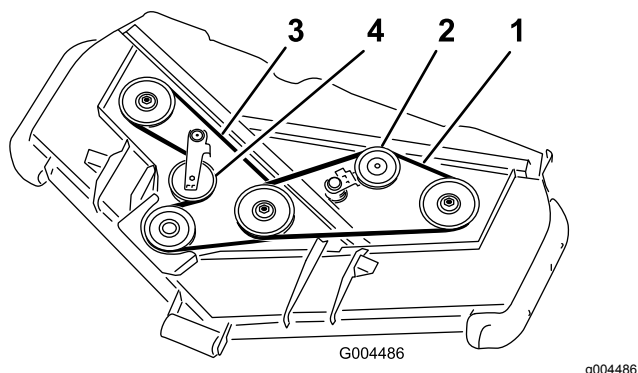

Figura 79
3. Con una barra idonea o uno strumento simile, allontanate la puleggia tendicinghia superiore dalla cinghia di trasmissione superiore, per rilasciare la tensione della cinghia e toglierla dalle pulegge (Figura 79).
4. Con una barra idonea o uno strumento simile, allontanate la puleggia tendicinghia inferiore dalla cinghia di trasmissione inferiore, per rilasciare la tensione della cinghia e toglierla dalle pulegge (Figura 79).
5. Montate la nuova cinghia attorno alla puleggia degli ingranaggi, alle pulegge del perno inferiore e alla puleggia tendicinghia, come illustrato nella Figura 79.
6. Montate la nuova cinghia attorno alle pulegge del perno superiore e alla puleggia tendicinghia, come illustrato nella Figura 79.